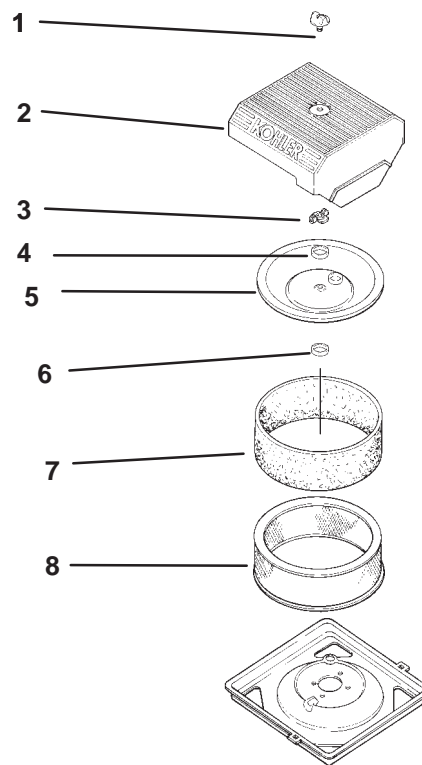

Bild 43
1. Schrauben Sie das Handrad, den O-Ring und die Abdeckung los (Bild 43).